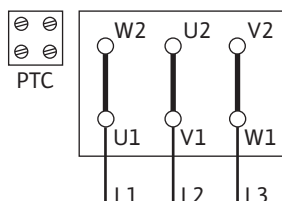

Fig. 10: Arranque Y-Δ
- La alimentación eléctrica depende de la potencia del motor P2, de la tensión de red y del tipo de arranque. La conmutación necesaria de las clavijas de conexión en la caja de bornes se indica en la tabla siguiente y en las Fig. 10, 11 y 12.
Conmutación Δ (Fig. 10 arriba)